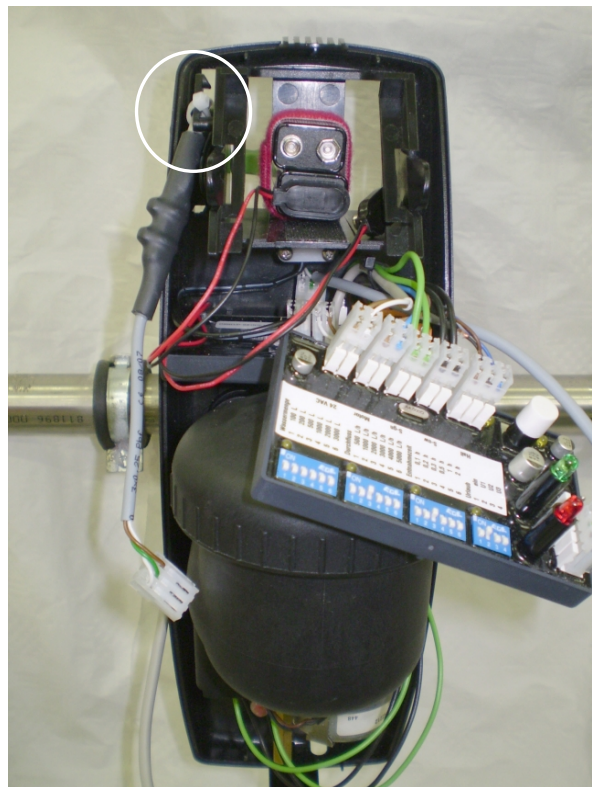

Abb. 2:
- RS-232 Verbindungskabel von hinten durch die Aussparung in der Gehäuserückwand führen (siehe Abb. 2).